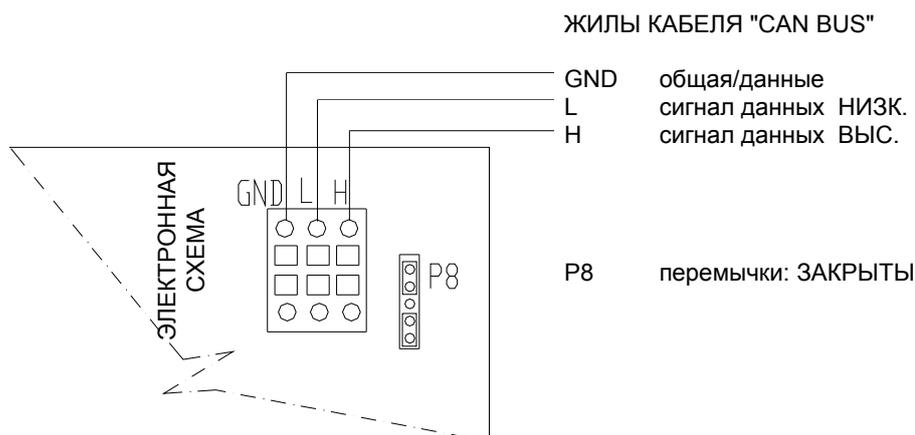

Рисунок 25 – Соединение 1 кабеля "CAN BUS" на электронной схеме: аппарат "ACF" - терминальный узел. Выделены положения жил кабеля "CAN BUS" и перемычек: ЗАКРЫТЫ
7. Соединить три цветных жилы с оранжевым соединителем, по схеме, показанной на Рисунок 25, стр. 63.
- Если аппарат "ACF" - **терминальный узел** сети (в оранжевом соединителе в схеме имеется 3 жилы): разместить перемычки как показано на Рисунок 25: